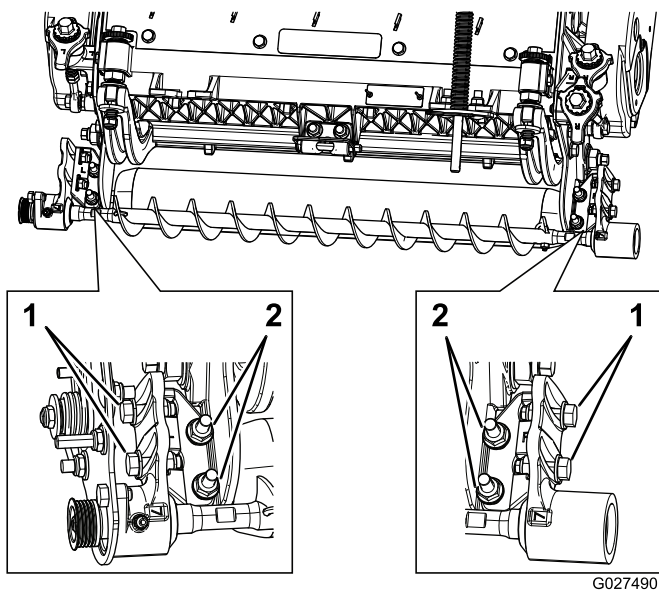

Рисунок 9
- A. Ослабьте две фланцевые контргайки, крепящие монтажный кронштейн щетки катка к боковой пластине режущего блока (Рисунок 9).
- В. Поверните корпус подшипника щетки катка так, чтобы пластина щетки стала параллельна боковой пластине режущего блока (Рисунок 9).
- С. Затяните две фланцевые контргайки, крепящие монтажный кронштейн щетки катка к боковой пластине режущего блока (Рисунок 9).
1. Ослабьте затяжку двух болтов крепления каждого из корпусов подшипника щетки катка к монтажному кронштейну щетки катка (Рисунок 9).